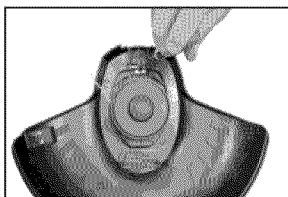

Figure 6 - Insérez la vis de montage
4. Insérez la vis de montage dans le trou situé le plus près des languettes du protecteur de coupe. Serrez solidement la vis. (voir la Figure 6)